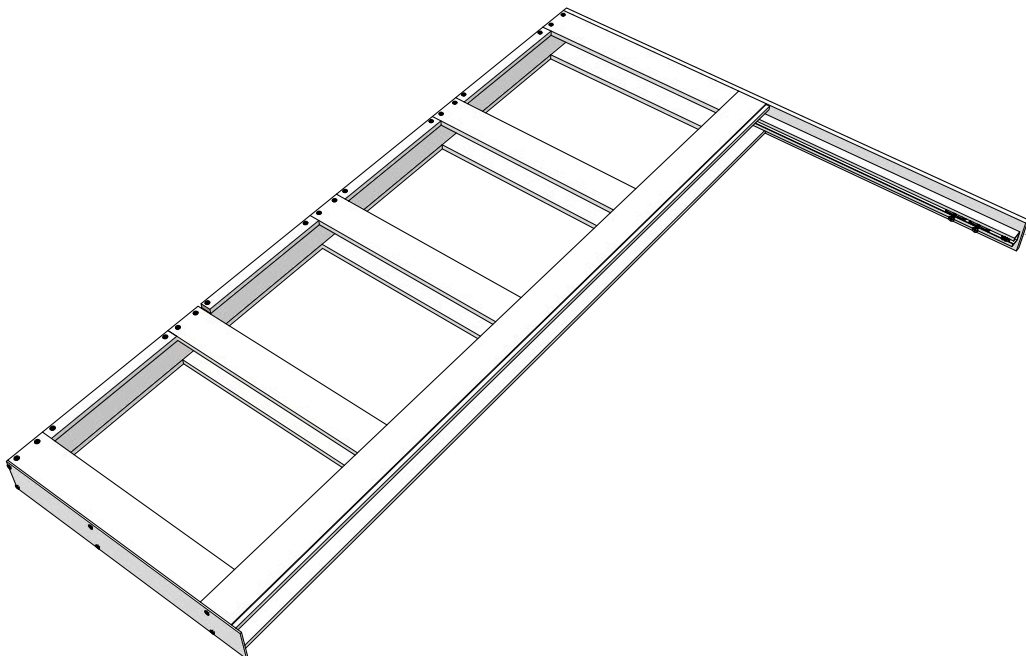

Рисунок 14
4.7 Повторить пункты 4.1-4.6 и собрать вторую половину пенала (Рис. 14)